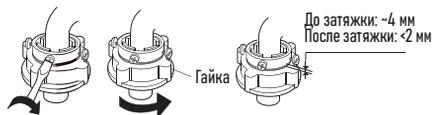

Рисунок 4
4. Равномерно затяните четыре винта на соединителе и закрепите гайки (см. рисунок 4).
ПРИМЕЧАНИЕ: длина открытой резьбы перед затяжкой гайки составляет примерно 4 мм; после затяжки — менее 2 мм (см. рисунок 4).